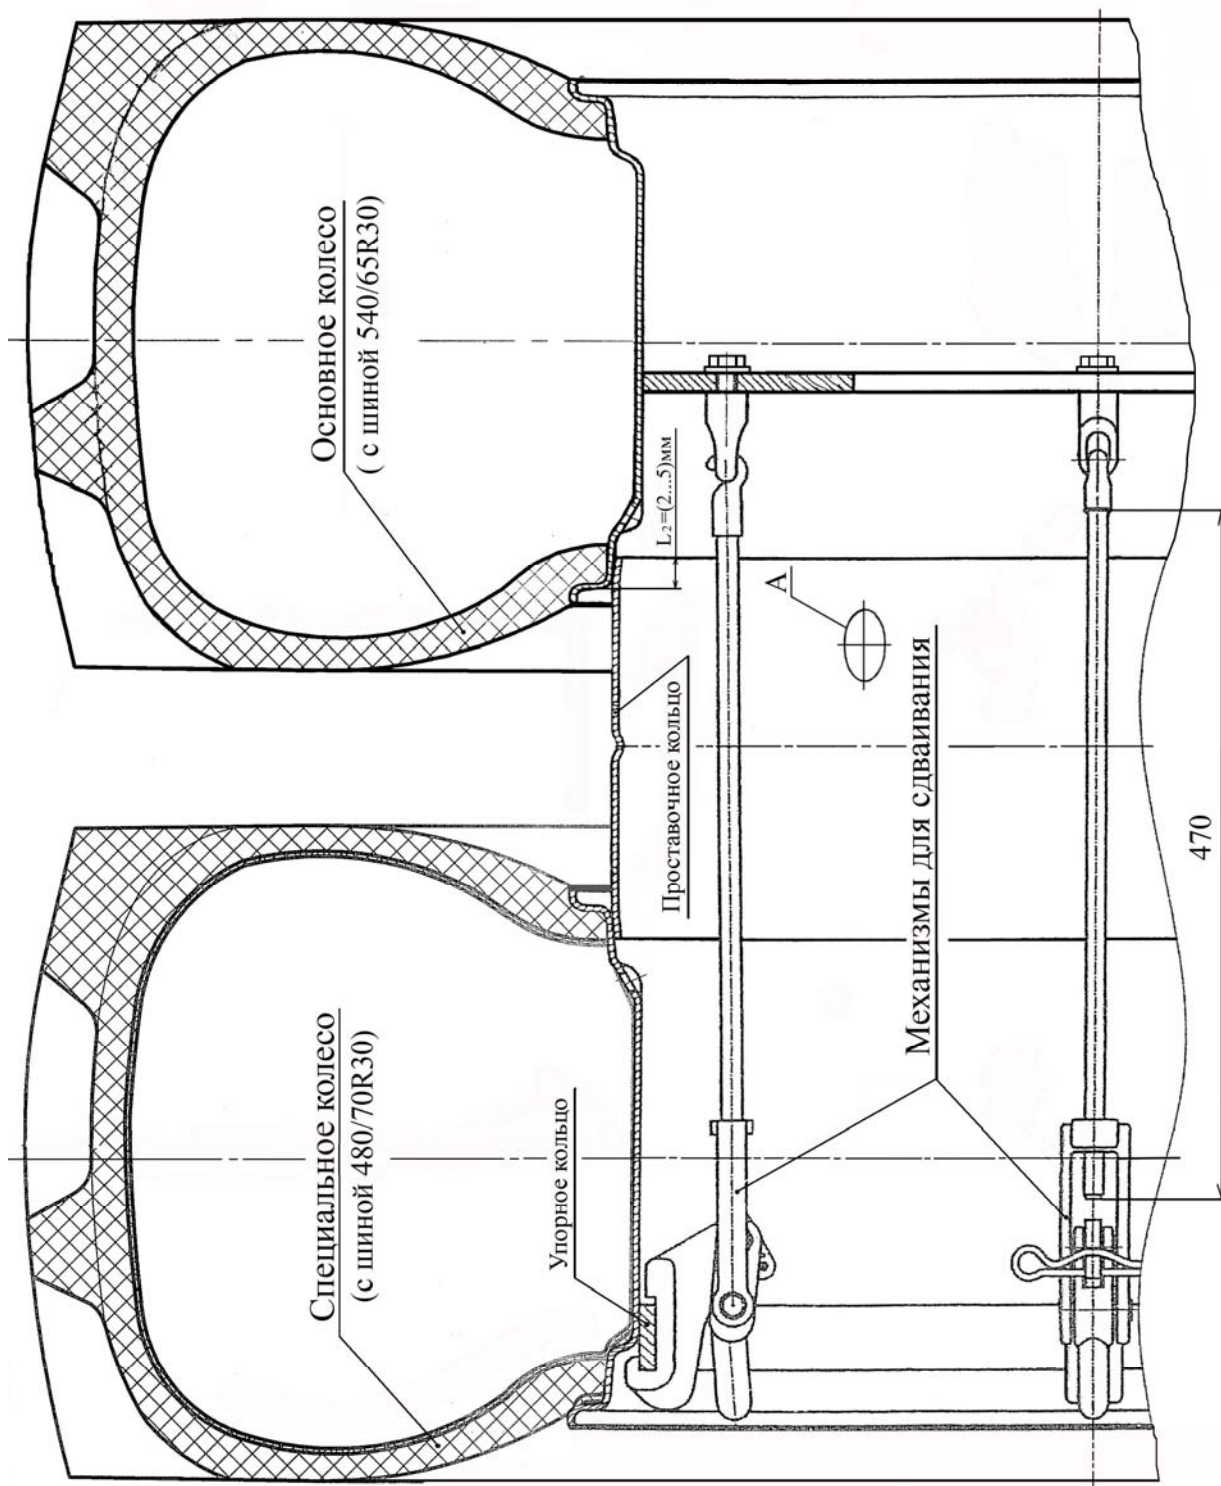

Рисунок 1 - Схема сдваивания передних колес
Комплект для сдваивания включает: механизмы для сдваивания (8 шт.- передние, 12 шт.- задние колеса), специальные колеса (2 шт.) (рис.1 и 2), трубный ключ (1 шт.).
5. Подкатить специальное колесо к основному колесу трактора и вставить его проставочное кольцо в обод основного колеса (рис.1 и 2). Если такая сборка осуществляется впервые, то необходимо смазать края проставочного кольца на длину L_2 (рис.1 и 2) смазкой Литол-24 ГОСТ 21150-87.
а) для отсоединения специальных колес необходимо поочередно наехать основным колесом трактора на доски, суммарной толщиной примерно 80 мм и снять механизмы. Следить за тем, чтобы после снятия механизмов была возможность положить колесо. Для отсоединения специального колеса от обода основного использовать отверстия «А» на проставочном кольце (рис.1 и 2);